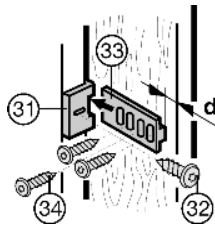

Fig. 19
- ▶ Türkopplungsteil *Fig. 19 (31)* mit Schraube *Fig. 19 (32)* montieren, dabei Position des Griffs beachten.
- ▶ Türkopplungsschiene *Fig. 19 (33)* einschieben und an die Möbeltür mit Schrauben *Fig. 19 (34)* anschrauben. Dabei Abstand *d* (Wandstärke des Küchenschranke) einhalten.